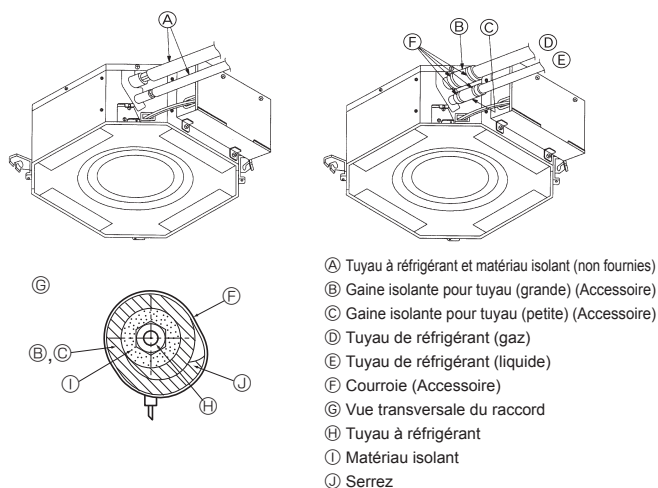

Fig. 5-8
5.4. Connexion des tuyaux (Fig. 5-8)